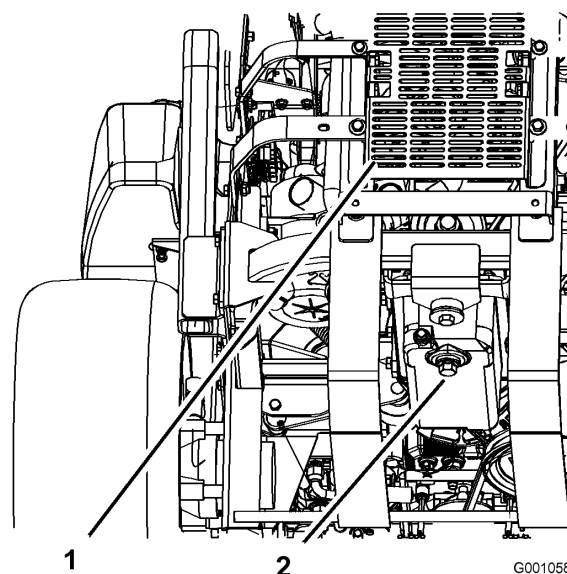

Figura 35
5. Coloque un recipiente debajo del orificio de drenaje de aceite. Retire el tapón de vaciado y deje que el aceite se drene completamente (Figura 35).